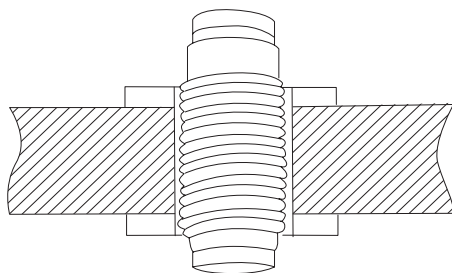

Рис. 10
2. Установите на герметик (см. раздел **Материалы**) фитинг проходной [6] в полученное отверстие редуктора, расположив его резьбовой стороной вниз, как показано на **Рис. 10**.